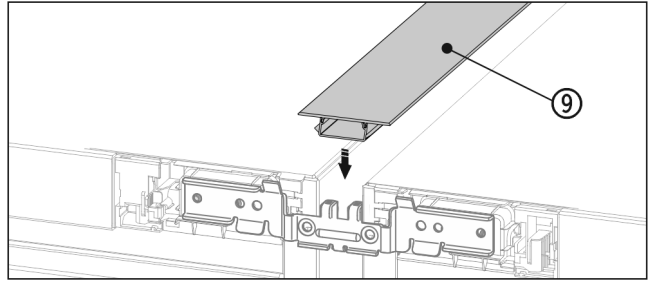

Fig. 21 *
- ▶ Auf der Oberseite die kurze Abdeckleiste Fig. 21 (9) in den horizontalen Spalt drücken.*